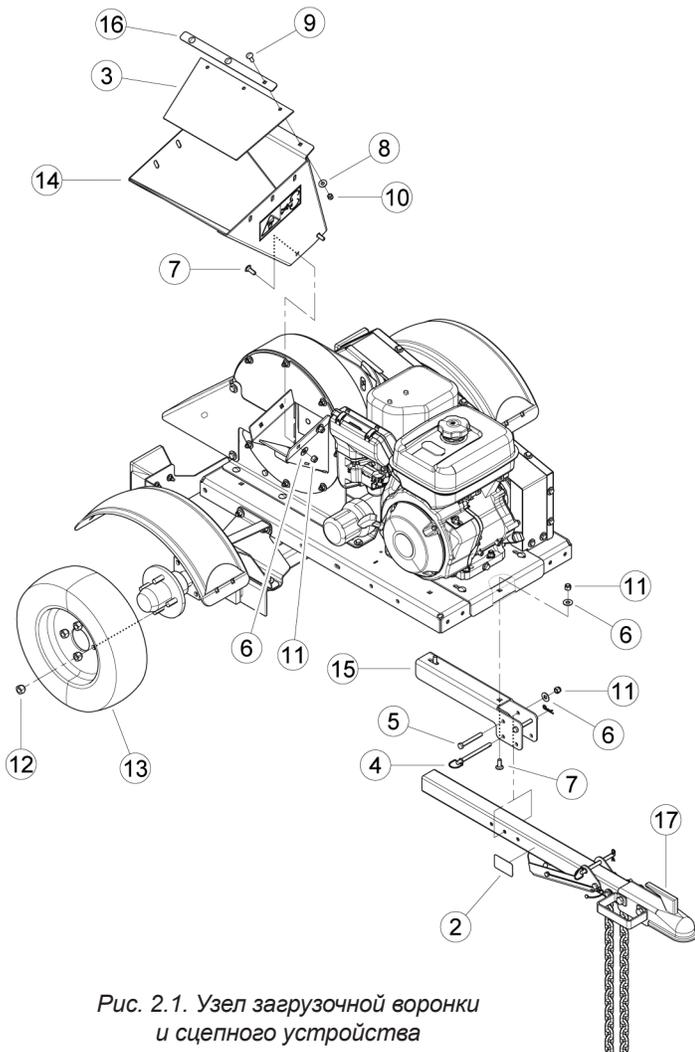

Рис. 2.1. Узел загрузочной воронки и сцепного устройства
3. Прикрепите к узлу сцепного устройства (17) отражатели (2), как показано на рисунке. Далее прикрепите весь собранный узел сцепного устройства (17) к двум пустотелым тягам сцепного устройства (15), совместив при этом два передних отверстия с двумя верхними отверстиями фланцев пустотелой тяги сцепного устройства. Закрепите узел при помощи двух болтов 3/8x3 дюйма (5), плоских шайб 3/8 (6) и контргаяк (11). Установите штифт (4) сцепного устройства в нижнее заднее отверстие фланца (рис. 2.1) и закрепите штифт шплинтом.
4. Прикрепите створку (3) лотка измельчителя кузову загрузочной воронки (14) при помощи крепежной планки (16), трех болтов 5/16 x1 дюйм (9), плоских шайб 5/16 (8) и контргаяк (10).